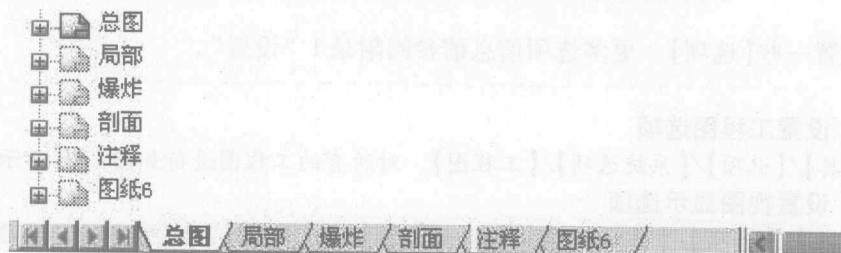

图 1-6 默认图纸顺序
1. 默认图纸顺序 工程图图纸是按创建的先后顺序排序的。它们的名字出现在 FeatureManager 里，并且显示于图形窗口的底部，排列成类似 Excel 的工作表风格，如图 1-6 所示。要激活一张图纸，只需要在 FeatureManager 中右键单击需要激活的图纸，然后选择【激活】或者直接单击页标签。